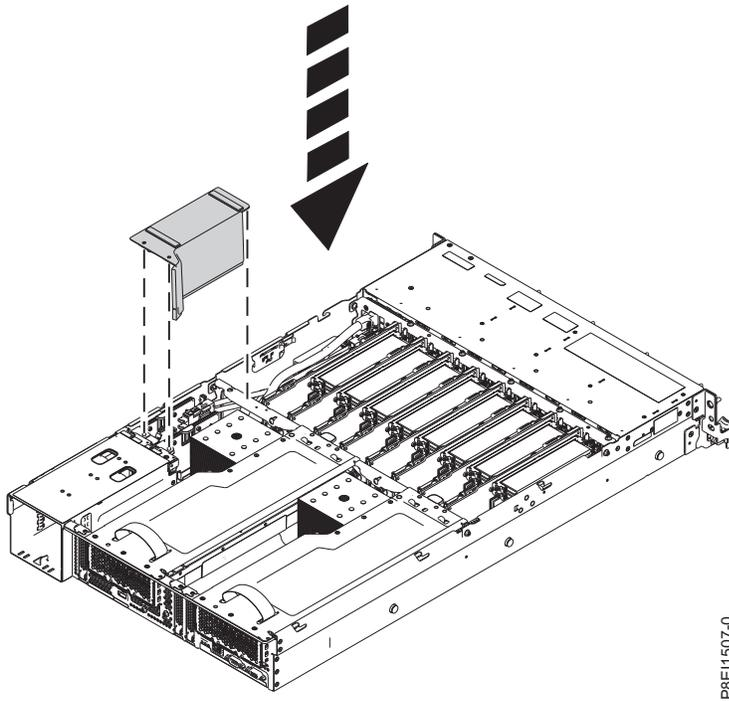

Figura 87. Instalando o riser de energia da placa defletora de ar
29. Instale a placa defletora de ar no riser de energia. Consulte Figura 87 na página 87. Assegure-se de que os orifícios na placa defletora estejam alinhados com os pinos no sistema.